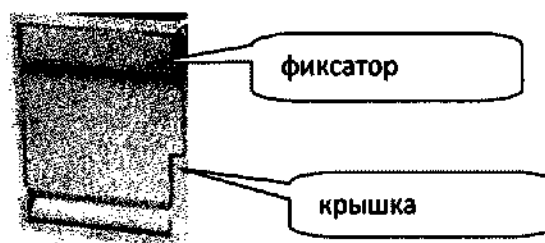

Рис. 6.
- 16.3.3. Установка бумаги. Нажмите на фиксатор крышки (рис. 6.), откройте крышку регистратора. Поместите бумагу в держатель. Вытяните край бумаги наружу и закройте крышку.